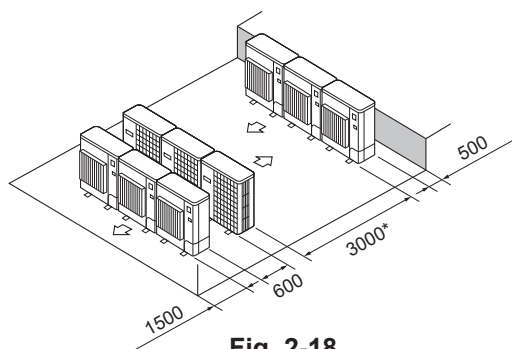

Fig. 2-18
- (6) Disposizione di diverse unità parallele (Fig. 2-18)